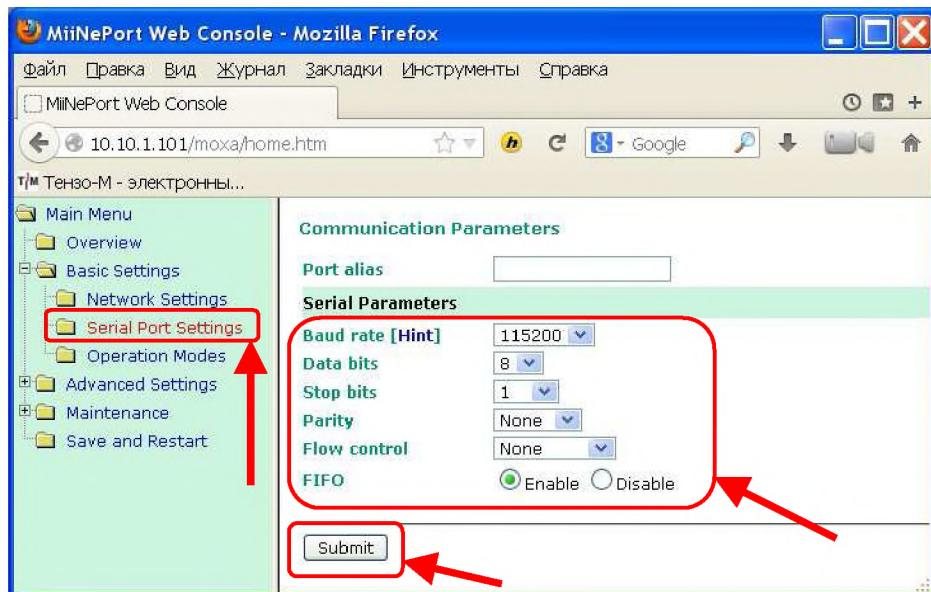

Рис. 16.12. Консоль управления «**MiiNePort Web Console**», настройки последовательного порта.
16.13. Войдите в пункт меню «**Basic Settings\Serial Port Settings**» консоли управления «**MiiNePort Web Console**» (см. Рис. 16.12).
Настройки «**Data bits**» (количество битов данных в кадре), «**Stop bits**» (количество стоповых битов данных в кадре), «**Parity**» (контроль чётности), «**Flow control**» (контроль потока) и «**FIFO**» должны быть установлены так, как на Рис. 16.12.
16.14. После установки параметров последовательного порта нажмите на кнопку «**Submit**» («подтвердить», см. Рис. 16.12).